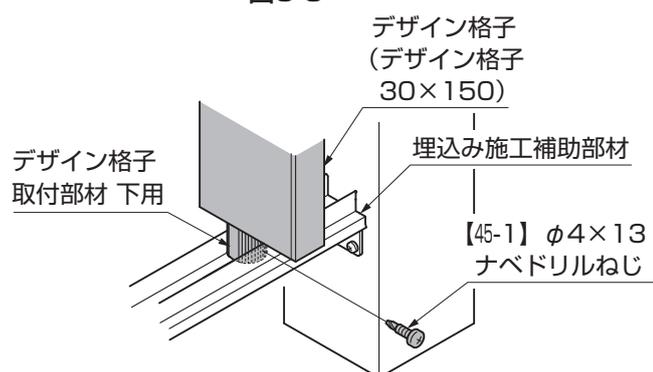

図9-10 デザイン格子の場合
- ③デザイン格子取付け部材 下用を埋込み施工補助部材に【45-1】で取付けてください。(図9-10参照)